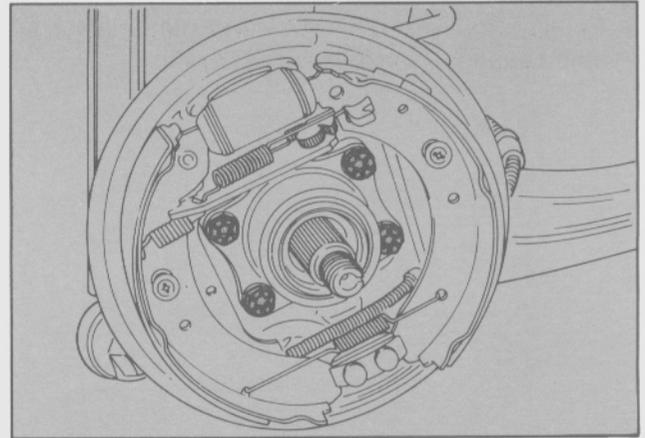

Fig. 45. Tornillos de fijación de la maza portarrodamientos al brazo inferior
- Extraer los tornillos de fijación de la maza portarrodamientos al brazo inferior de la suspensión (Fig. 45).